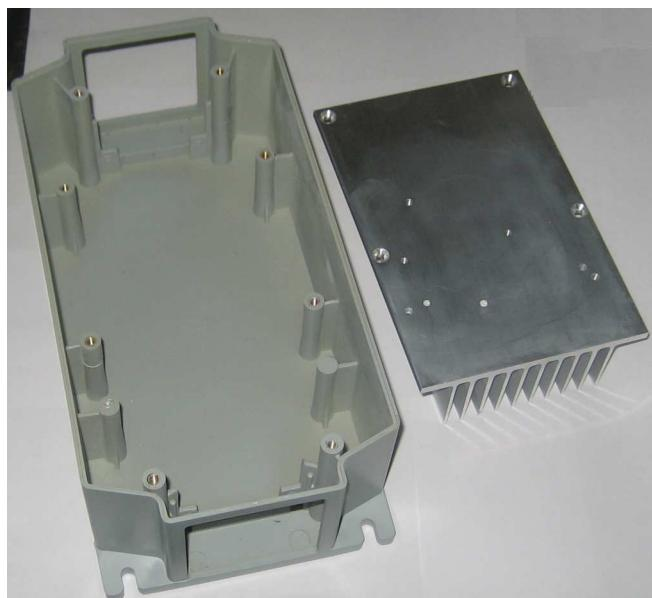
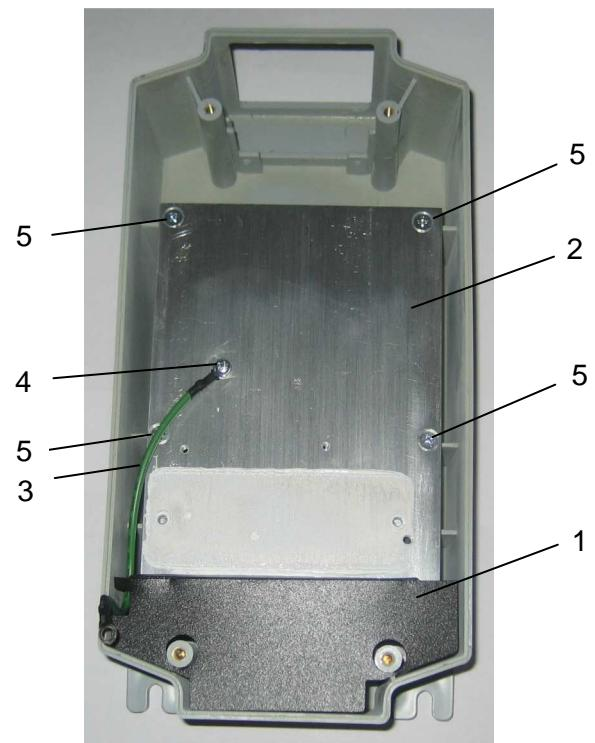

Рис. 6.13
Рис. 6.12
6.6.1. Демонтировать изоляционную прокладку 1 (рис. 6.12), выкрутить винт 4 крепления провода заземления 2. Положить прокладку, провод заземления и винт в тару.
6.6.2. Выкрутить четыре винта 5 крепления радиатора к основанию корпуса (рис. 6.12), демонтировать радиатор (рис. 6.13), винты положить в тару.